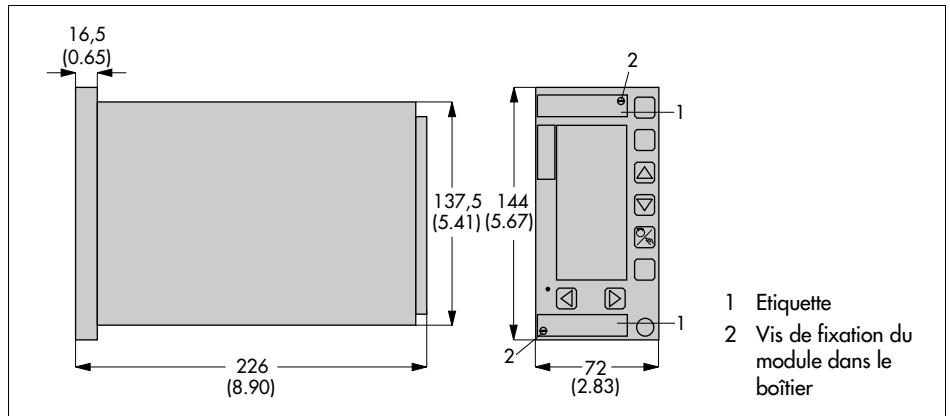

Fig. 3 · Cotes (montage encastré)
1. Retirer les étiquettes (repère 1, fig. 3) pour les boîtiers en montage encastré et les deux protecteurs pour le module embrochable 19". Desserrer les deux vis placées sur la face avant (voir fig. 3 ou 4 selon la forme du boîtier).